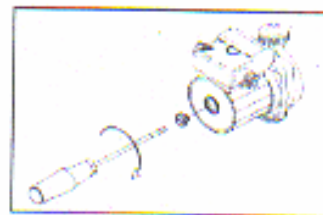

Figura. 7-6
- Conferir se a bomba de circulação é bloqueada antes de conectar a entrada atual depois de um tempo prolongado de uso de non. Levar a cabo esta confirmação para ver as medidas mencionadas no Figura. 7-6 e capítulo 2.8.